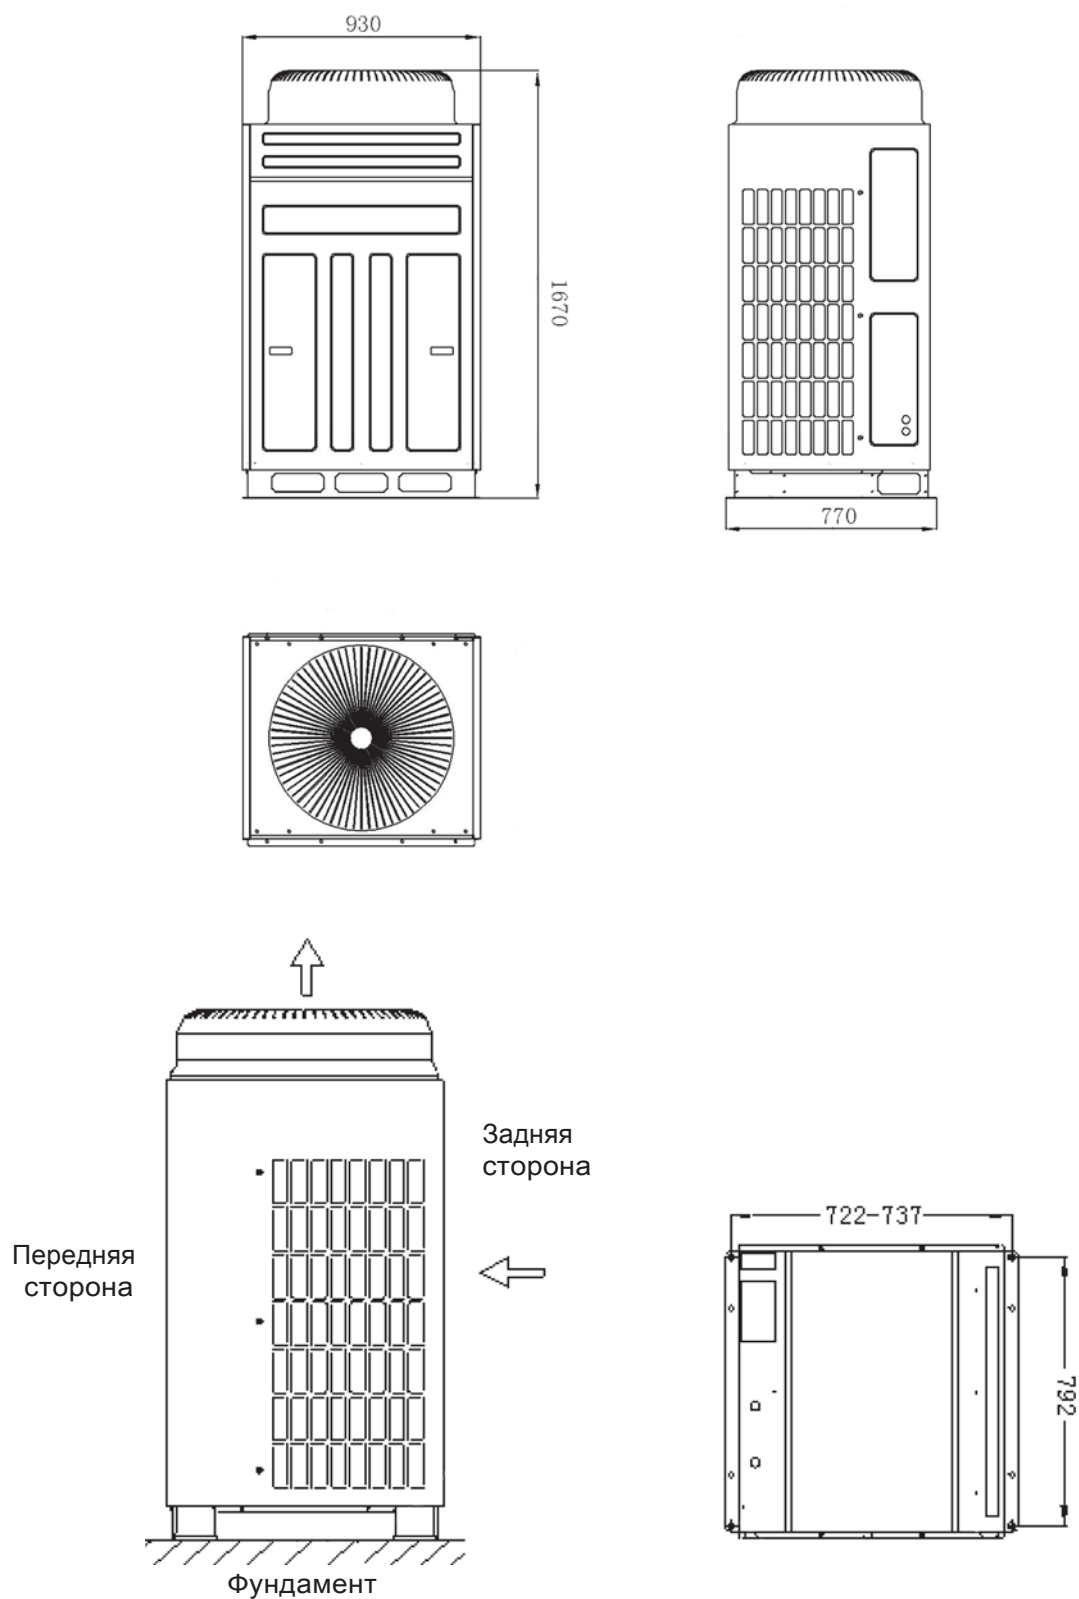

Рис. 9.1
9.1.1 Габаритные и установочные размеры внешних блоков моделей GSM-224/DM1A и GSM-280/DM1A (рис. 9.1).